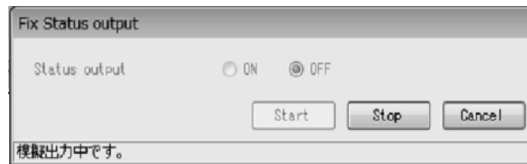

図134
- ④ 「OK」 ボタンをクリックすると、設定した模擬出力状態が出力されます。この模擬出力中は図134のように、ウィンドウ下部に“模擬出力中です。”というメッセージが表示されます。模擬出力を停止する場合は「Stop」 ボタンをクリックします。